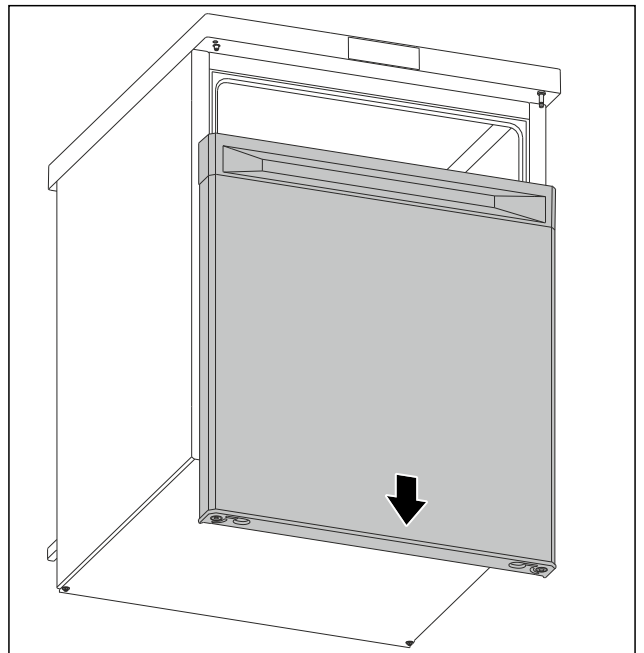

Fig. 6
- ▶ Зніміть двері в напрямку вниз. (див. Fig. 6)